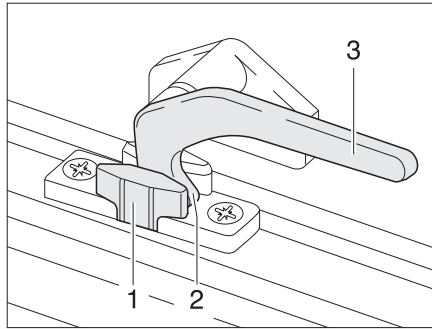

Fig. 73 Leva di serraggio in posizione "Aerazione continua"
- In posizione di "Aerazione continua" (Fig. 73)
- Ruotare la leva di serraggio (Fig. 73,3) di un quarto di giro verso il centro della finestra.
- Ruotare la leva di serraggio di un quarto di giro verso il telaio della finestra. Riportare contemporaneamente il nasello di chiusura (Fig. 73,2) nella rientranza della chiusura della finestra (Fig. 73,1).